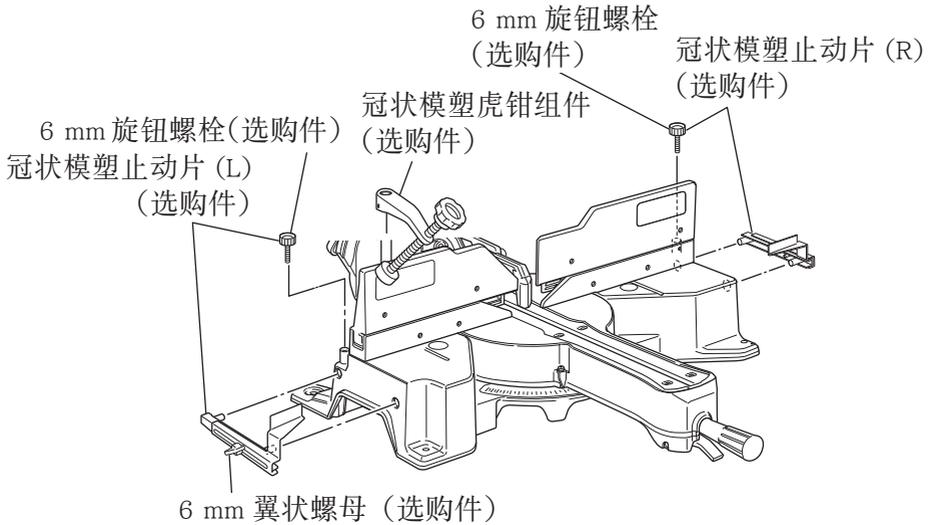

图 27
- (1) 通过冠状模塑止动片 (L) 与 (R) (选购件), 可以方便地切割冠状模塑, 而无需倾斜锯条。将其安装在底座两侧, 如图 27 所示。插入后旋紧 6 mm 旋钮螺栓, 以固定冠状模塑止动片。
- (2) 冠状模塑虎钳 (B) (选购件) 可安装在左挡板 (挡板 (B)) 或右挡板 (挡板 (A)) 上。它可与冠状模塑的斜角结合, 并可按下虎钳。